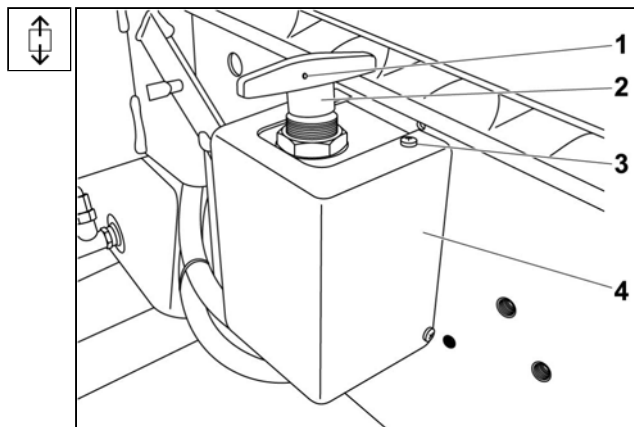

Рис. 15.27 Выключатель „массы“ - снятие
1. Отключить выключатель „массы“ **1** в поперечное положение относительно продольной оси автомобиля (на рисунке выключатель находится в положении „Включено“) (Смт. Рис. 15.27).